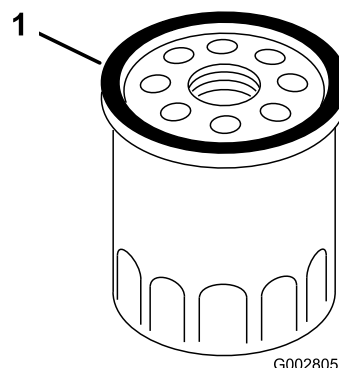

Figura 23
7. Con il dito, spalmate l'olio sulla guarnizione del nuovo filtro (Figura 23).